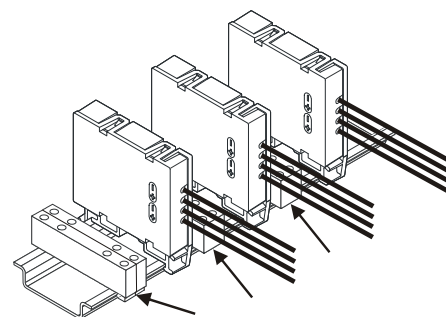

Fig. 3
- with terminals, e.g. terminal block on a top hat rail (Fig. 3)
- In the same way, fix one terminal block at a time between the line separators (Fig. 3).
- Mittels Klemmen, z. B. Reihenklammen auf einer Hutschiene (Fig. 3)
- Befestigen Sie auf gleiche Weise jeweils ein Paar Reihenklammen zwischen den Linientrennern (Fig. 3).
- au moyen de bornes, par ex. des blocs de jonction sur un profilé (Fig. 3)
2. Fixez de la même manière une paire de blocs de jonction entre les isolateurs de ligne (Fig. 3).